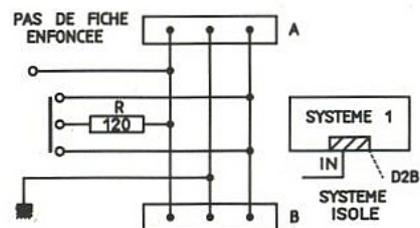

Figure 4.
– L'auto-adaptation de l'impédance du bus est assurée à l'aide d'une résistance de 120 ohms intégrée dans la prise (voir **figure 4**). Il est à noter que cette